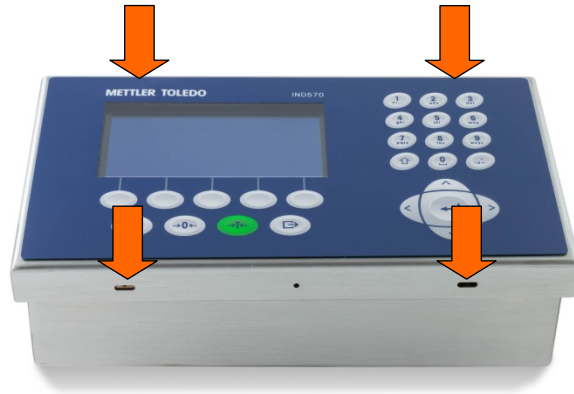

Figure 2-7 : Activation des quatre blocages des ressorts
2. Le couvercle étant en place et correctement aligné, appuyez fermement sur les bords avant et arrière des emplacements indiqués de la Figure 2-7 jusqu'à ce que quatre clics distincts indiquent que les quatre blocages des ressorts sont activés.